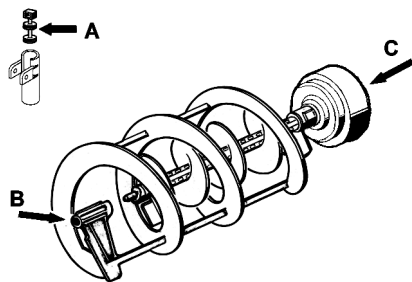

Bild 13
- 2 Den Hahnkolben, die innere und äußere Schnecke (an den in Bild 13 gezeigten Stellen A, B und C) schmieren. Dazu ausschließlich das vom Hersteller gelieferte Fett oder anderes